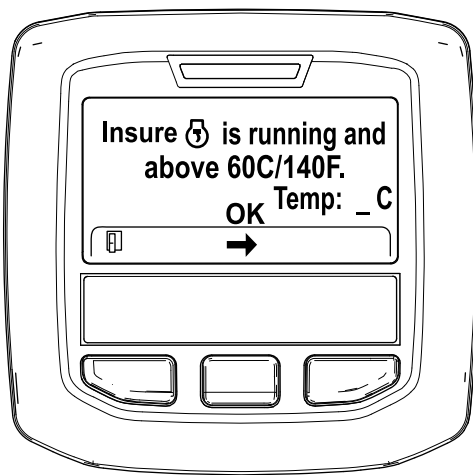

Figura 42
5. Se la temperatura del refrigerante è inferiore a 60°C, viene visualizzato il messaggio "Assicurarsi che  sia in funzione e sopra 60°C". (Figura 42).